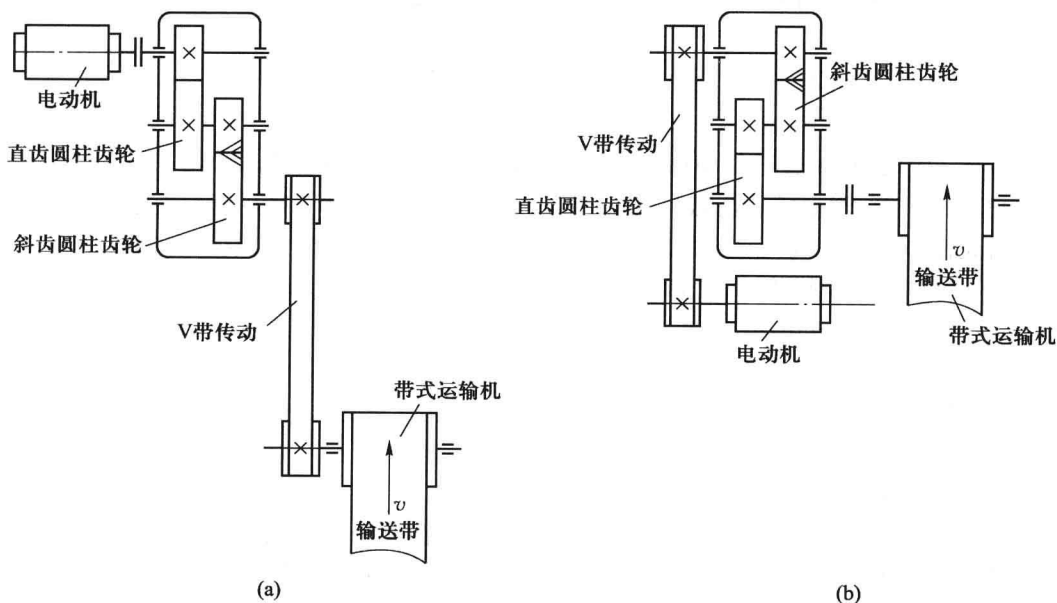

图 1
1. 在图 1 所示的两种传动方案中,你认为哪种方案比较合理? 为什么? (8 分)
1. [答] 图 1. b 所示的方案较合理, 原因如下: ① V 带传动适用于高速传动, 安排在高速级合理; ② 在二级齿轮减速器中斜齿轮传动平稳, 安排在直齿轮传动之前合理; ③ 齿轮在轴上的位置安排合理, 输入轴小齿轮远离输入端, 齿轮较大, 扭转影响不明显, 可利用轴的弯曲变形和扭转变形的综合作用使载荷分布不均匀现象减轻。